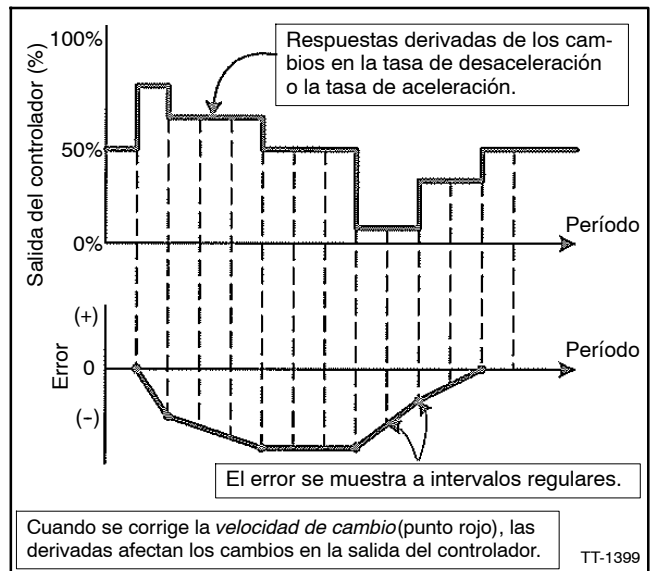

Figura 10-19 Valor de la derivada
7. **Derivado.** Introduzca el valor del Resumen del parámetro del regulador. Consulte la Figura 10-19.